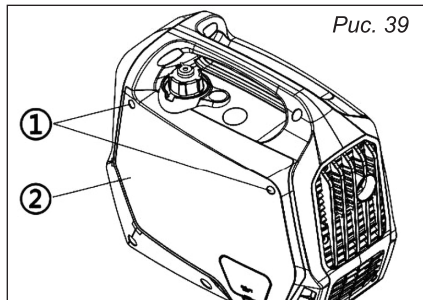

Рис. 39
1. Отвинтите винты ①, а затем снимите крышку ②, рис. 39.
8. Установите крышку ② и затяните винты ①, рис. 39.